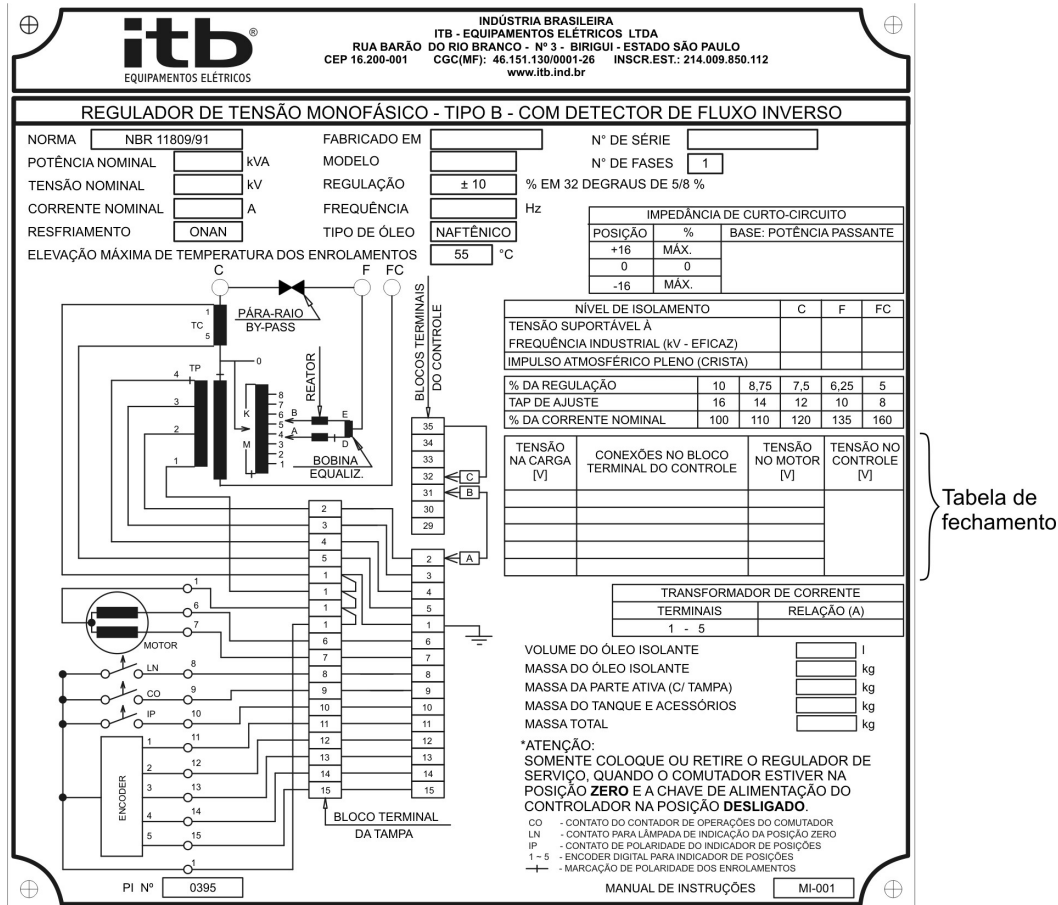

Figura 9: Placa de identificação.
12. Verifique se o fechamento do TP está adequado para a tensão de linha conforme indica a placa de identificação figura 9.
A placa de identificação indica o fechamento adequado para cada tensão de sistema aplicável conforme mostra em destaque a figura 9.